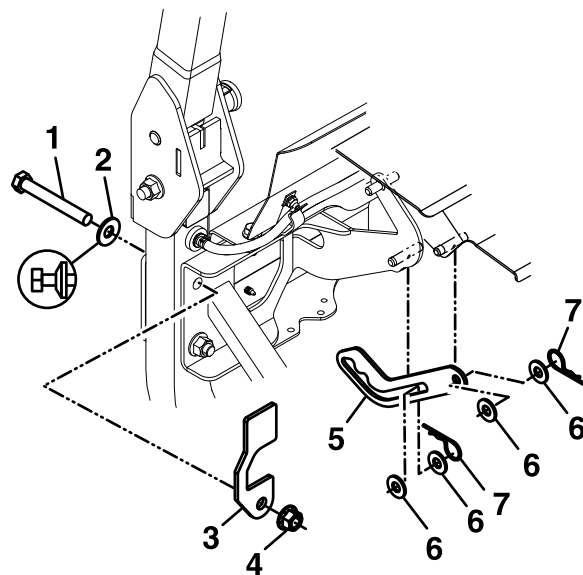

Figura 7
8. Levante el capó y retire la varilla del capó antigua y sus fijaciones de montaje. Instale la varilla nueva del capó usando cuatro arandelas y dos chavetas (Figura 7).
7. Retire y deseche el perno superior, la arandela y la tuerca de la pata inferior izquierda del ROPS. Instale el tope izquierdo del ROPS usando un tornillo de cabeza hexagonal Clase 8 de $\frac{1}{2}$ "-13 x $3\frac{3}{4}$ ", una arandela elástica y una contratuerca de $\frac{1}{2}$ "-13, como se muestra en la Figura 7. Repita este paso con el tope derecho del ROPS. Apriete las fijaciones del ROPS a 136 – 149 N·m (100 – 110 pies-libra).